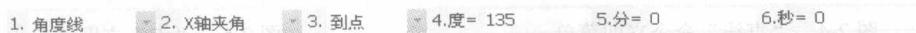

图2-10 “角度线”方式立即菜单
(2) 角度线：绘制与X轴、Y轴或已知直线成一定角度的直线。选择该选项，立即菜单更新为如图2-10所示。